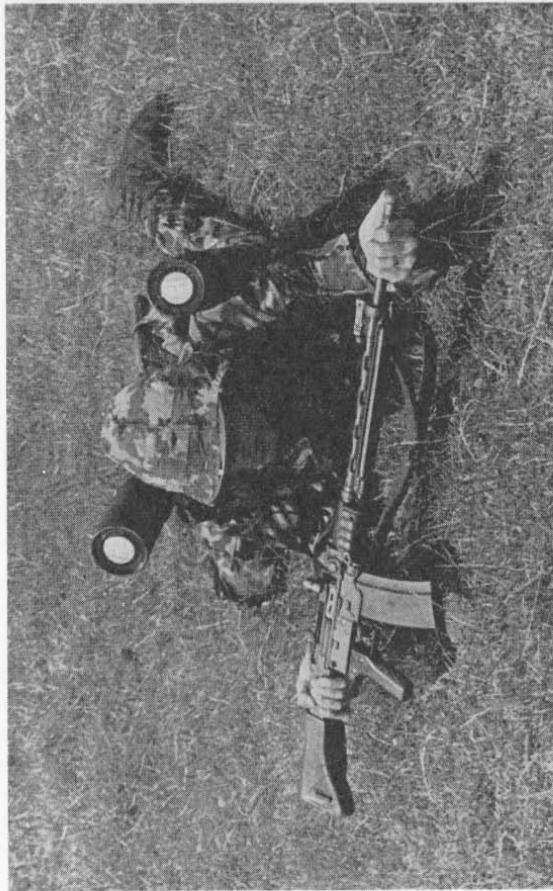

Bild 38
- Tragart zum Kriechen in offenem Gelände: Das Sturmgewehr wird mit der Laufmündung nach links, dem Pistolengriff nach vorn, mit beiden Händen horizontal vor dem Körper gehalten, Korn und Diopter sind zugeklappt (Bild 38). Die Laufmündung ist vor Verschmutzung zu schützen; wenn möglich wird sie mit dem Daumen der linken Hand verdeckt.